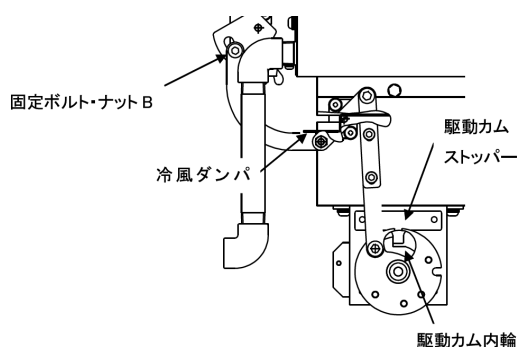

図 9-4
- ・ 電源を ON すると、ダンパーモーターがモータ側から見て反時計方向(ギヤモータ正転)に回り、駆動カム内輪が駆動カムストッパーに当たって停止していることを確認し、元電源を OFF してください。(図 9-4)